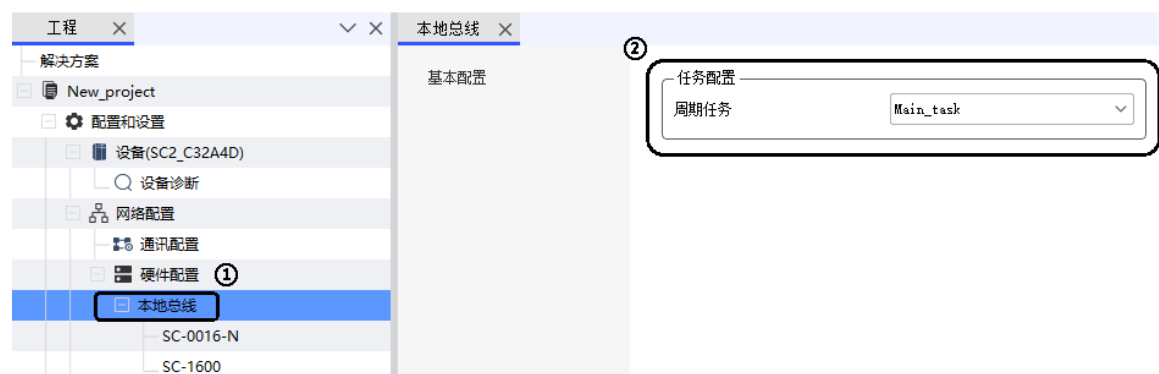

图 6.6 本地总线循环任务
2) 设置本地总线循环任务,在设备树中,鼠标左键双击“本地总线”进入 PLC 本地总线配置界面,选择本地总线循环任务,如图 6.6 所示;